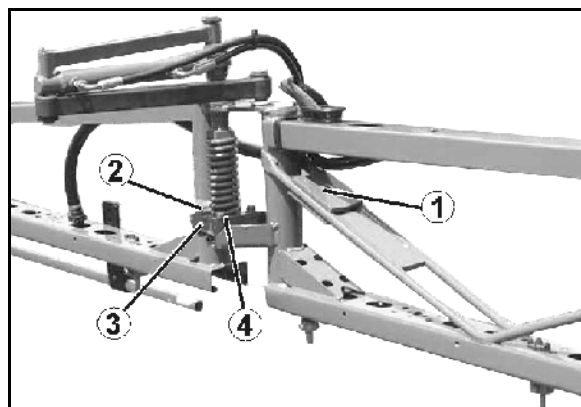

Fig. 138
Si tel n'est pas le cas, **déverrouillez** l'amortissement tridimensionnel puis alignez la rampe dépliée en utilisant des contrepoids (Fig. 138/1). Fixez les contrepoids sur les tronçons en fonction des besoins.
1. Desserrez les vis (Fig. 138/2) de l'éclisse de fixation (Fig. 138/3). L'alignement s'effectue directement sur la pièce en plastique (Fig. 138/4) par le biais des trous oblongs de l'éclisse de fixation.
3. Serrez les vis (Fig. 138/2).